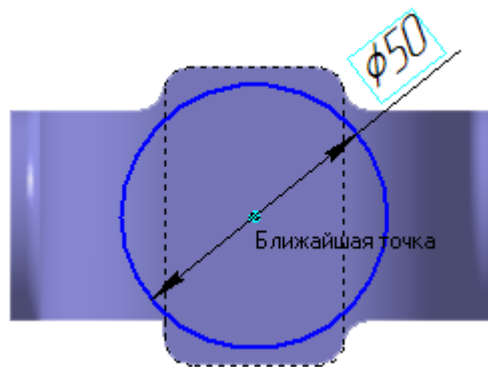

Рисунок 48.
- Проставьте диаметральный размер и присвойте ему значение 50 мм (рис. 48).